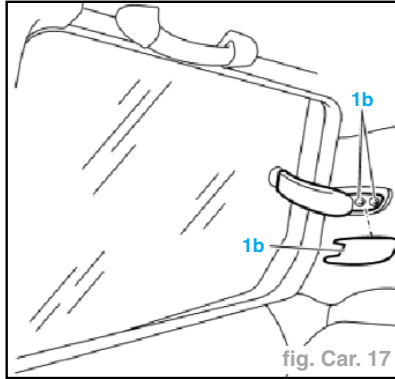

fig. Car. 17
- Déboîter la protection (1a) du revêtement de montant et dévisser les vis de fixation (1b) (fig. Car. 17).